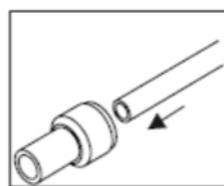

Fig. 4
- 1) Apasati furtunul flexibil 1.5 cm (0.6 in) in interiorul conectorului rapid (Fig. 4)